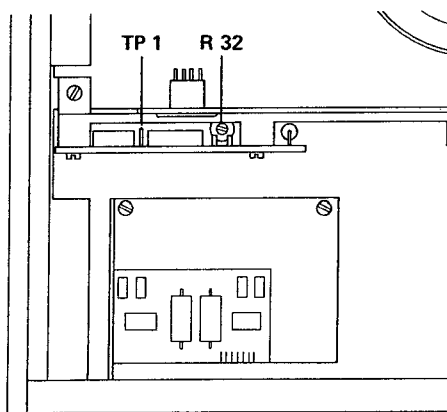

Fig. 5.2-1
- Brancher un voltmètre universel (au moins 20 000  $\Omega$ /VDC) sur le point de mesure TP 1 du print de régulation 1.067.234/235 (voir Fig. 5.2.1).